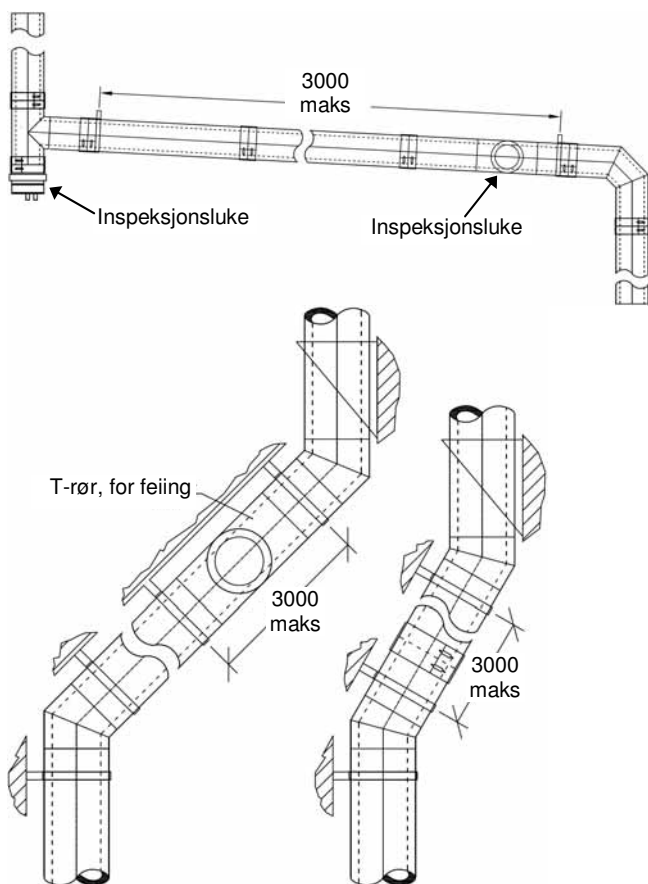

Fig. 6
- Hele skorsteinsløpet må være tilgjengelig for feiing. Hvis nødvendig må feieelement (T-rør 87°) monteres. Ekstra feieelement anses ikke nødvendig når vinkelen er 30° eller mindre (ref. fig. 6).